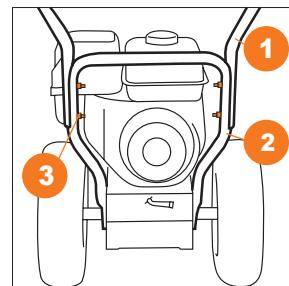

Рис. 6
- Соедините панель оператора ① с нижней частью рукоятки ② с помощью четырех болтов, шайб и гаек ③ (для S 6560 и 7565) (Рис. 6).